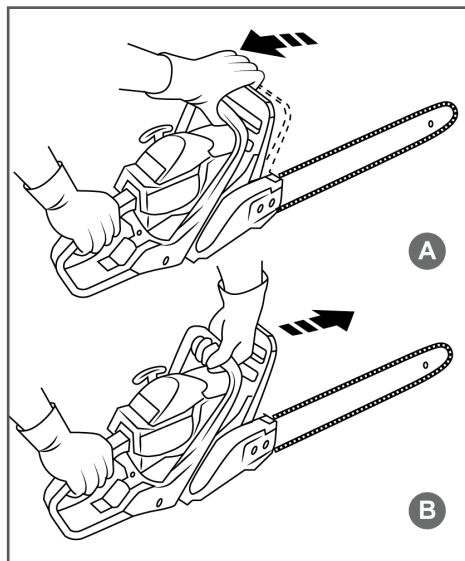

Рис. 7 Проверка механического тормоза цепи
Тормоз цепи выключен (цепь может вращаться), когда ручка тормоза взведена (Рис. 7А).
Тормоз цепи включен (цепь не имеет возможности вращаться), когда ручка тормоза находится в отжатом положении (Рис. 7В).
3. Используя тормоз цепи, переместить левое запястье от себя и нажать им на ручку тормоза, не отпуская рукой переднюю рукоятку пилы (Рис. 7В).
6. Взведите ручку тормоза (Рис. 7А).
(цепь заторможена), как показано на Рис. 7В.
После запуска двигателя медленно выключите тормоз пильной цепи. Для этого потяните ручку тормоза на себя до щелчка (Рис. 7А).